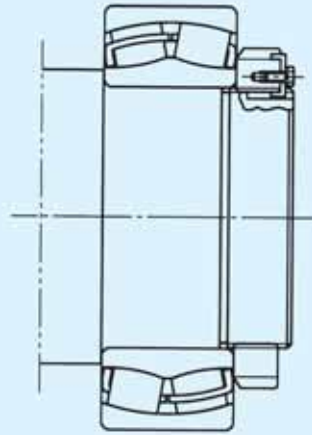
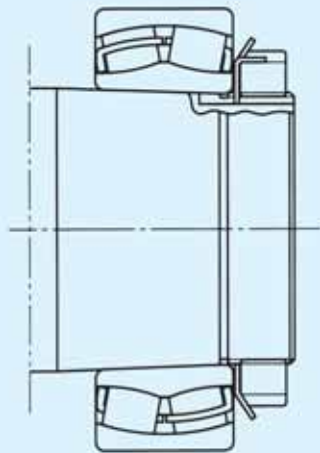

图 1.7 圆柱轴、挡块
图 1.8 锥形轴、锁紧垫圈
- 使用挡块之例 图 1.7
(2) 锥孔轴承安装在锥形轴上
- 使用锁紧垫圈之例 图 1.8